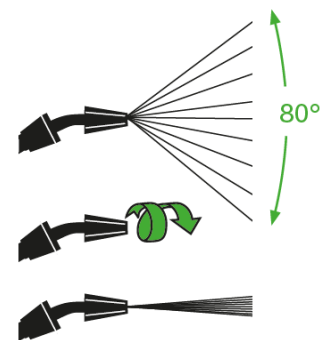

Fig. 3
- Réglez le jet en tournant la buse de pulvérisation (8). Voir la Fig. 3.